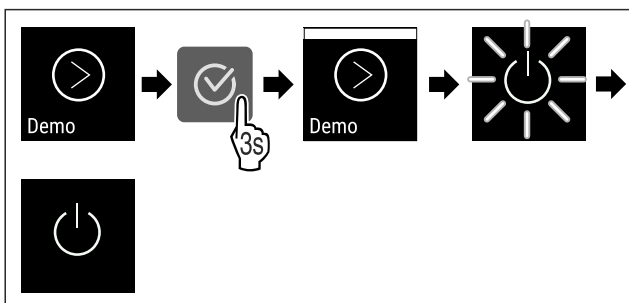

Fig. 100
- ▶ Eeguire i passi (vedere Fig. 100) .